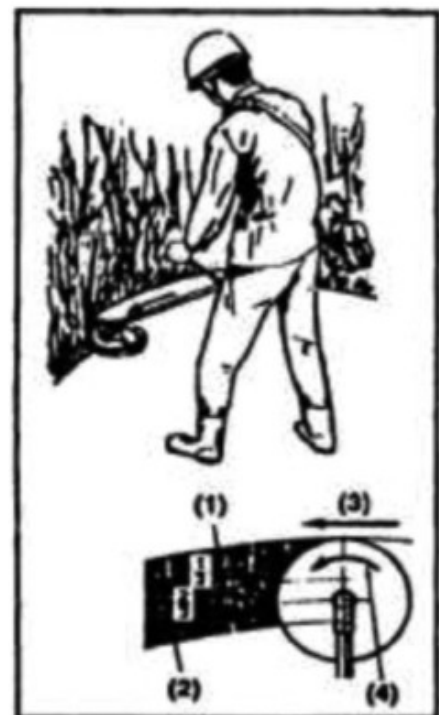

Fig.BC8
9.3.1.1 Utilisation de la lame (Fig.BC8)